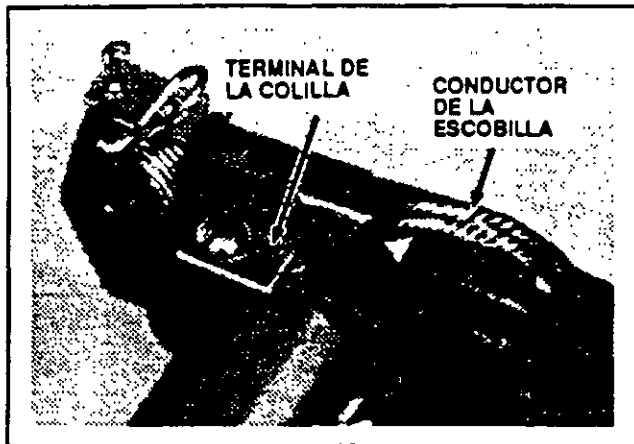

FIG. 2. COLOCACION APROPIADA DE LA COLILLA Y TERMINAL DE UNA ESCOBILLA. E-13698-S
3. Asegúrese de que las terminales de las colillas de conexión estén colocadas como se muestra en la Fig. 2 y que sus tornillos estén apretados
1. Inserte las escobillas en los portaescobillas con la punta de la colilla que hace conexión con la escobilla ubicada lo más alejado de los tornillos para conectar las terminales, Fig. 2.